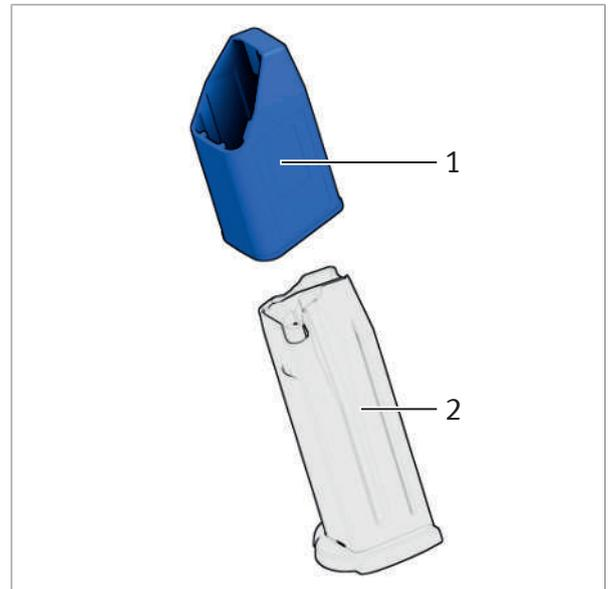

Abb. 50: Ladehilfe auf das Magazin setzen
1. Ladehilfe auf das Magazin setzen (Abb. 50).